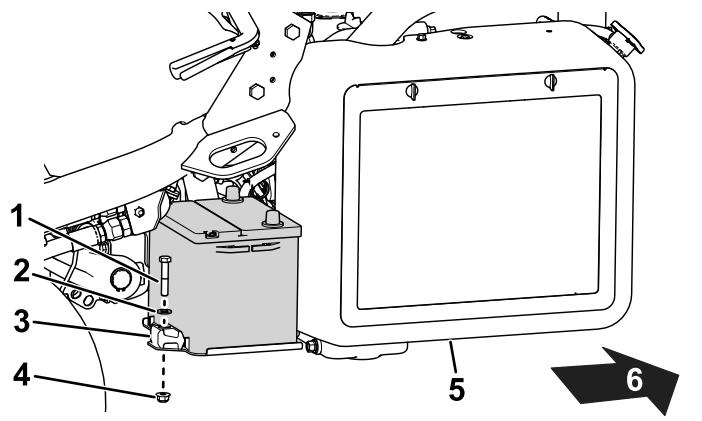

Figura 42
5. Coloque la batería en la bandeja y sujetela con las fijaciones que retiró anteriormente (Figura 42).
2. Retire las fijaciones que sujetan la batería a la bandeja (Figura 42) y levante la batería para sacarla.